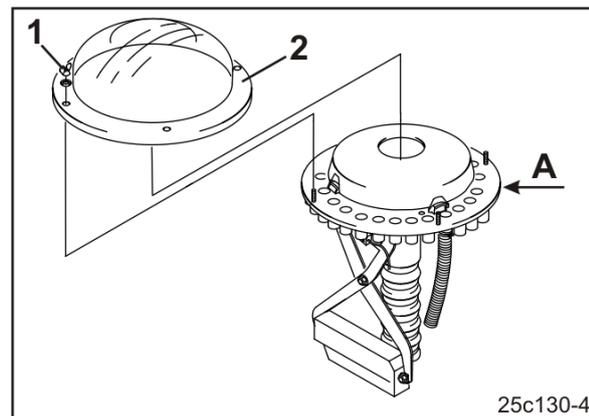

Fig. 279
5. Desserrez les écrous à ailettes (Fig. 279/1) et retirez-le cache en plastique transparent (Fig. 279/2) de la tête de distribution.
7. Éliminez les impuretés entre le disque de base et la platine de commande (Fig. 279/A) à l'air comprimé.
8. Reposez le capot en plastique (Fig. 279/2).
9. Fixez le capot en plastique avec les écrous à oreilles (Fig. 279/1).